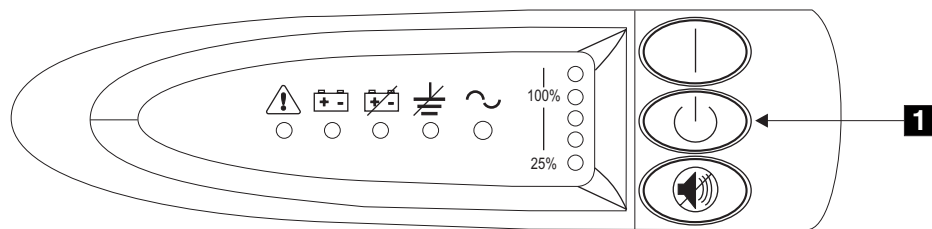

図 59. 無停電電源装置 5125 のフロント・パネル・アセンブリ
1. UPS 5125 の前部のオフ・ボタン **1** を、約 5 秒間または長いビープ音が停止するまで押し続けます。図 59 を参照してください。